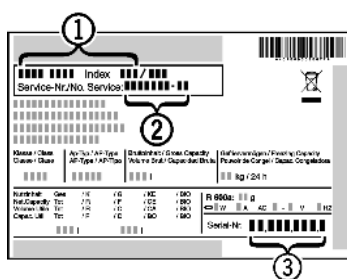

Fig. 5
- ▶ Označení přístroje Fig. 5 (1), servisní číslo Fig. 5 (2) a sériové číslo Fig. 5 (3) naleznete na typovém štítku. Identifikační typový štítek je umístěn na levé vnitřní stěně přístroje.
- ▶ Informujte zákaznický servis a sdělte poruchu, označení přístroje Fig. 5 (1), servisní číslo Fig. 5 (2) a sériové číslo Fig. 5 (3).